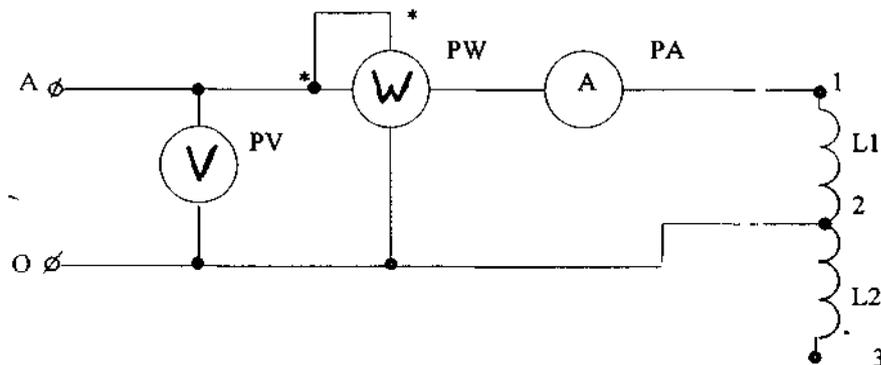

Рис. 2
- 5.3. Собрать электрическую цепь (рис. 2) и дать проверить ее преподавателю.